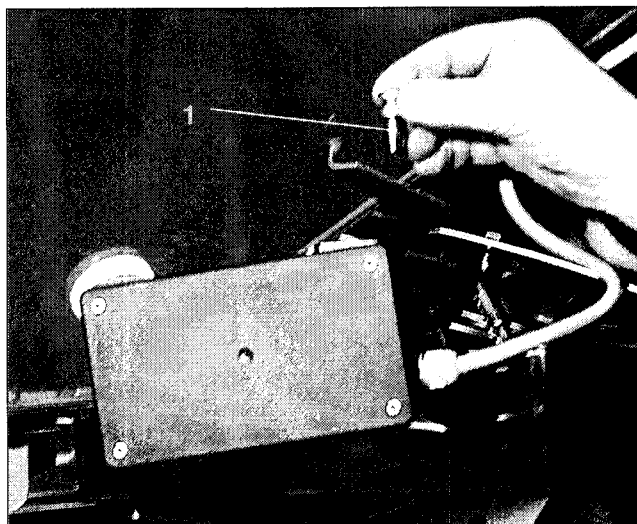

Fig. 37
- Die beiden Gelenkbolzen (Fig. 37/1) herausziehen.